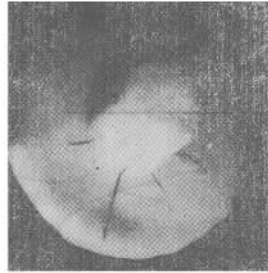

图 9 淬火裂纹的磁痕复印
10.3 磁痕复印。当采用 MT-RC 复印磁痕时,为了使磁痕清晰,可使磁悬液停留时间稍长,或使用浓度稍大的磁悬液,然后用乙醇轻轻漂洗受检表面。复印的磁痕可作为永久性记录长期保存。图 9 为磁痕的复印照片。